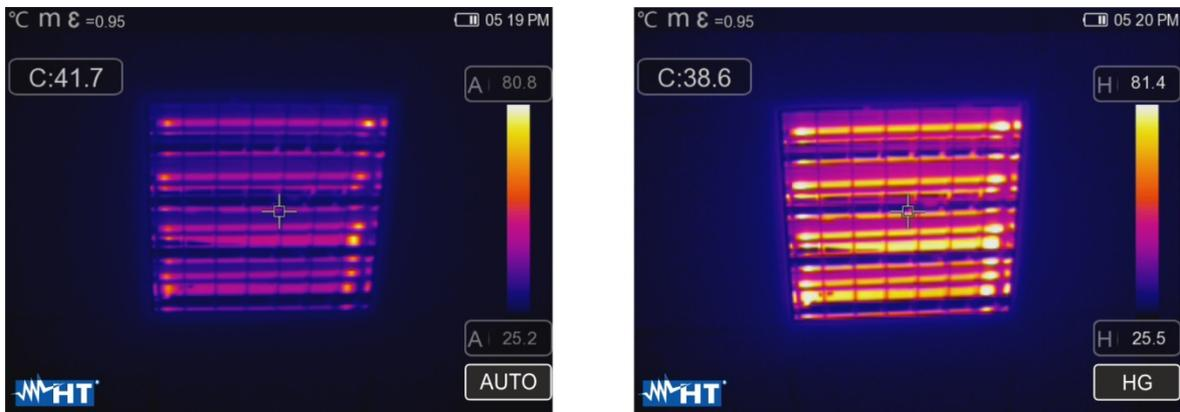

Fig. 42: Réglage des modes Automatique et Histogramme
- Mode **Histogramme (HG)** → les niveaux de température minimum et maximum de l'objet affichés sont toujours définis automatiquement, comme en mode Auto, par l'instrument, mais dans ce cas les zones de l'image où les valeurs de température sont très différentes de celles des zones adjacentes sont particulièrement mises en évidence. La relation entre la température et la couleur de la palette est **non linéaire** selon un algorithme d'histogramme. Ce mode met l'accent sur l'affichage des images dans des environnements de travail très sombres
1. Appuyez sur la touche ou touchez l'icône « AUTO » dans la partie inférieure droite de l'écran. Les pages-écrans Fig. 42 montrent les sélections des modes « AUTO » et « HG »